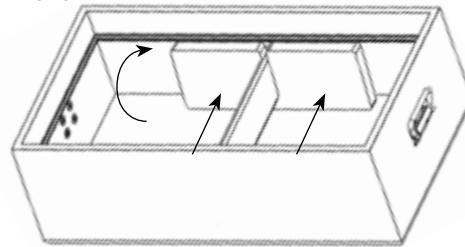

Abbildung 23
- Sobald sich der Ausschnitt im Schaumstoffabstandhalter mittig unter der Holzrippe befindet, drehen Sie den Schaumstoffabstandhalter um 90 Grad nach oben und drücken ihn gegen die Holzseite. Siehe Abbildung 23.